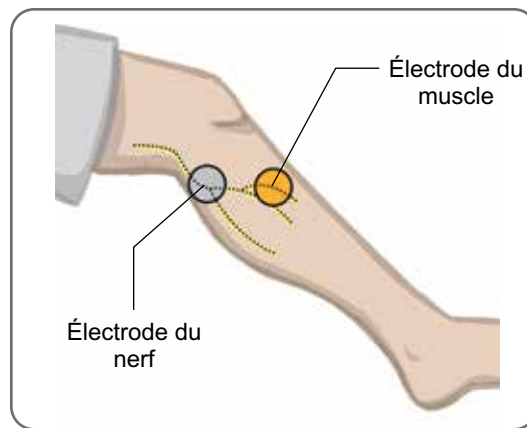

Figure 8-3 : Positionnement des électrodes sur le membre inférieur
7. Positionnez une électrode (l'électrode du nerf) sur le nerf sciatique poplité externe, en position distale et légèrement postérieure par rapport à la tête du péroné. Reportez-vous à la figure 8-3.